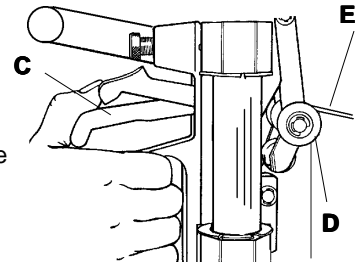

Figure 20
7. Raise the **CUTTING HEAD** and depress the **LONG THUMB LEVER (C)** to push the white **BREAK OUT ROLLERS (D)** against the plastic **(E)** near the top edge as in **Figure 20**. Press on the **LONG THUMB LEVER** until you hear the cracking sound of the plastic breaking. While holding this
7. Schieben Sie den **Schneidekopf** hoch und drücken Sie den **langen Hebel (C)** nieder, um die weißen **Ausbrechrollen (D)** gegen die Plastikscheibe **(E)** an der oberen Kante anzulegen (siehe **Abbildung 20**). Drücken Sie auf den **langen Hebel** bis Sie ein Brechgeräusch hören. Ohne den Druck auf die Rollen zu verändern ziehen Sie jetzt den **Schneidekopf** so weit wie möglich nach unten. Die Plastikscheibe wird jetzt an der Anrißlinie gebrochen sein.
7. Levez la **TÊTE DE COUPE** et appuyez sur le **LEVIER DE TAQUET LONG (C)** pour pousser les **ROULEAUX DE DÉCOUPAGE** blancs **(D)** contre le plastique **(E)** près du rebord supérieur comme dans la **Figure 20**. Appuyez sur le **LEVIER DE TAQUET LONG** jusqu'à ce que vous entendiez le son du plastique qui se casse. Tout en maintenant la même pression sur les **ROULEAUX**, rabaissez la **TÊTE DE COUPE** tout à fait en bas. Le plastique sera découpé en suivant la ligne d'entaille.